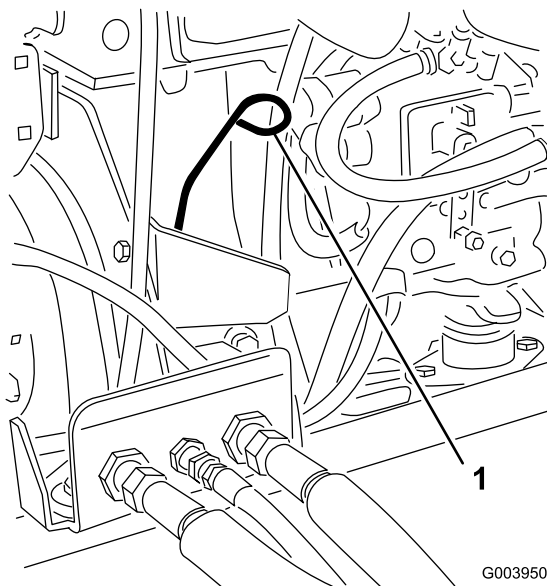

Figure 13
3. Retirez la jauge, essuyez-la sur un chiffon et remettez-la en place (Figure 13).